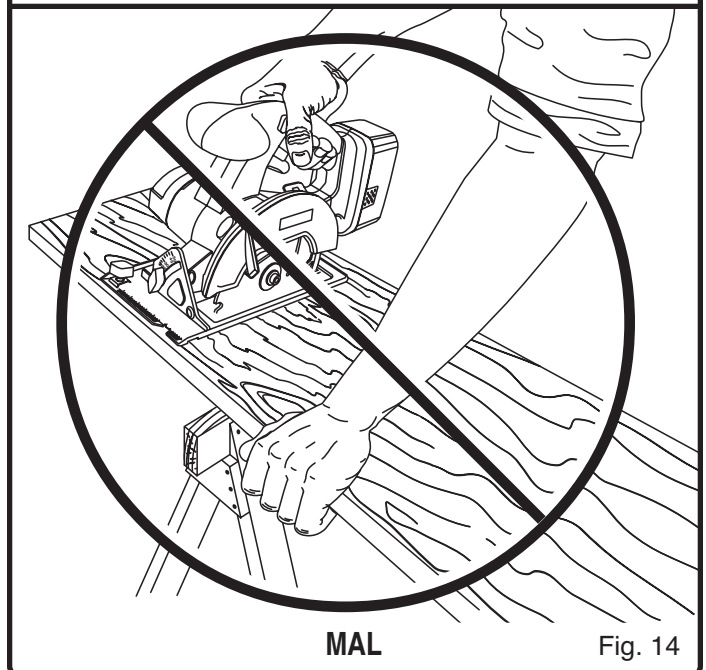

Fig. 14
**Ne vous servez jamais de votre scie comme l'illustre la figure 14.**